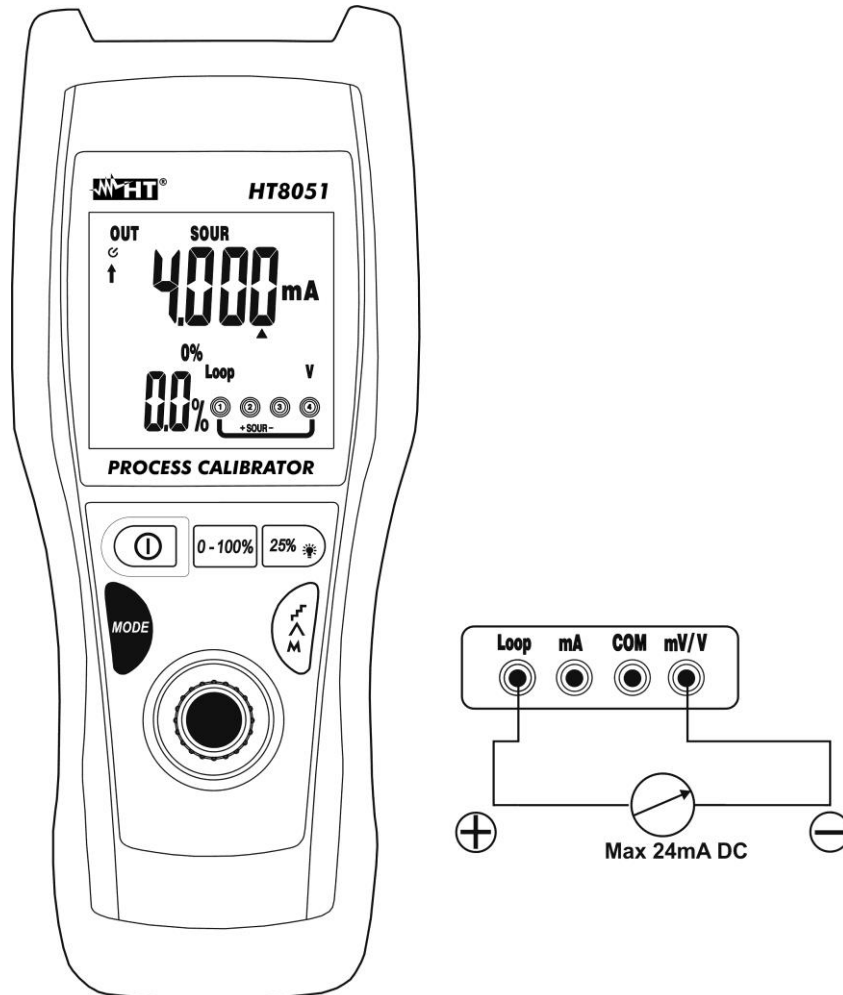

Fig. 6: Generazione di Corrente DC
5. Posizionare il puntale verde ed il puntale nero rispettivamente nei punti a potenziale positivo e negativo del dispositivo esterno che deve ricevere l'alimentazione (vedere Fig. 6)
6. Per la generazione del valore negativo della corrente ruotare i puntali di misura in verso opposto rispetto alla connessione di Fig. 6